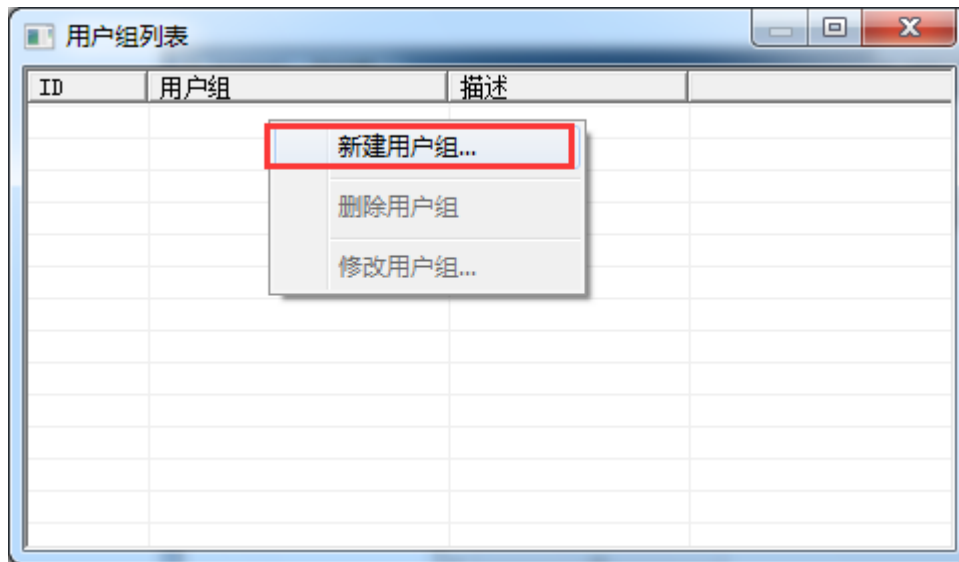

图 3-6-6 新建用户组
(2) 弹出来窗口，右键选择“新建用户组”，如图 3-6-6 所示。